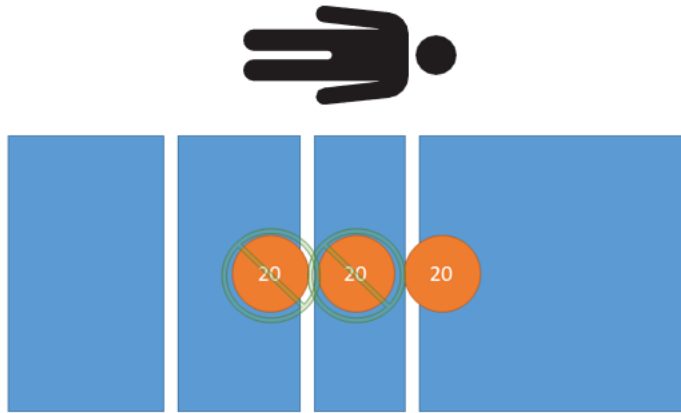

Abbildung 28 – Tara-Prüfung – 20 kg netto
3. Mit kalibrierten Gewichten 20 kg auf das Produkt legen (Abbildung 28).
11. Mit kalibrierten Gewichten 20 kg auf das Produkt legen (Abbildung 28).